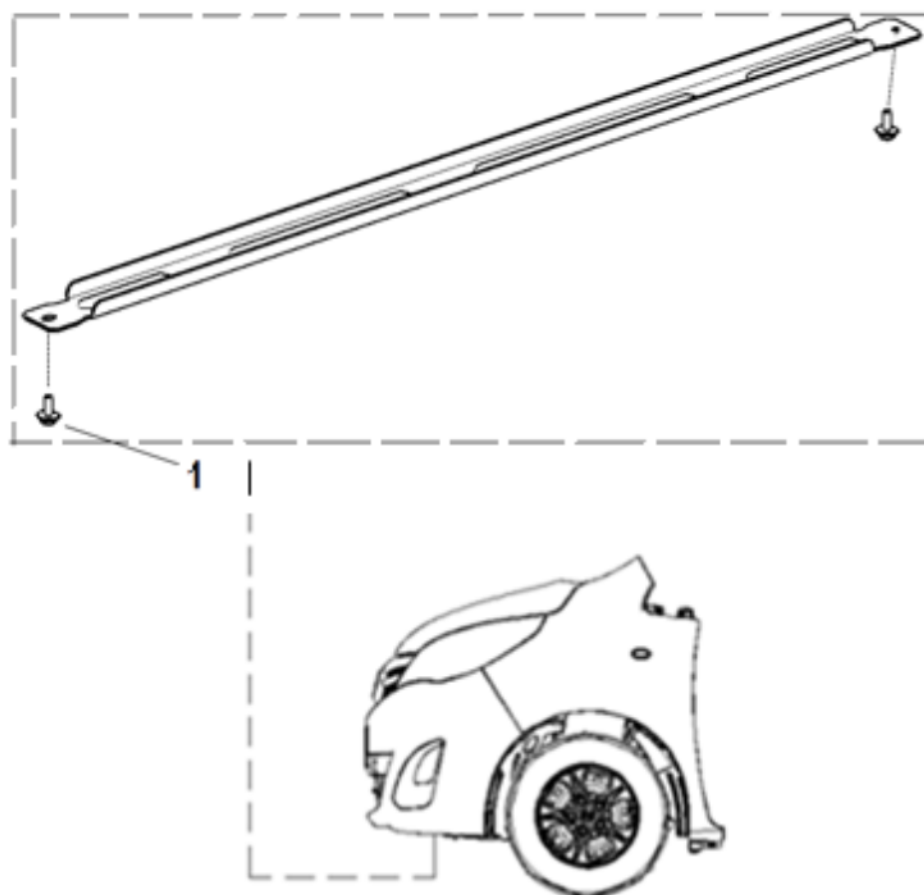

图 1-4-1 发动机挡泥板安装支架的拆卸
- (1)、拆除发动机挡泥板在前副车架和发动机挡泥板安装支架上的子母扣（图 1-4-1 图示标识 1），共十三处；
- (2)、完成上述操作即可完成对发动机挡泥板的拆卸；